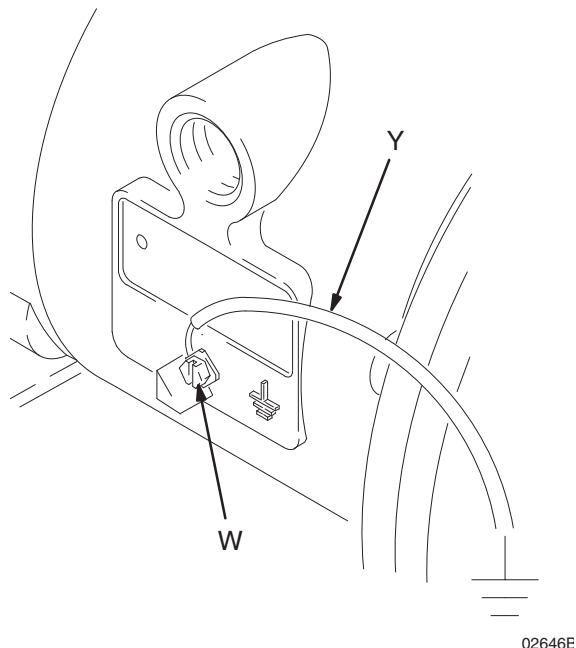

图 1
- 泵：连接接地导线和线夹，如图 1 所示。拧松接地螺丝 (W)。将一条最小为 12 ga (1.5 毫米2) 的接地线 (Y) 的一端插入后面的接地螺钉并牢固地拧紧螺